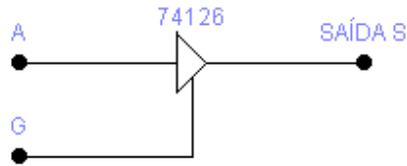

Figura 3 – Porta tri-state.
3.2.1 Montar o circuito da Figura 3.
3.2.3. No circuito da Figura 3, observe o que acontece com a saída S, utilizando a ponta de prova do módulo de montagem Datapool, quando:
Explique o funcionamento do circuito da Figura 3